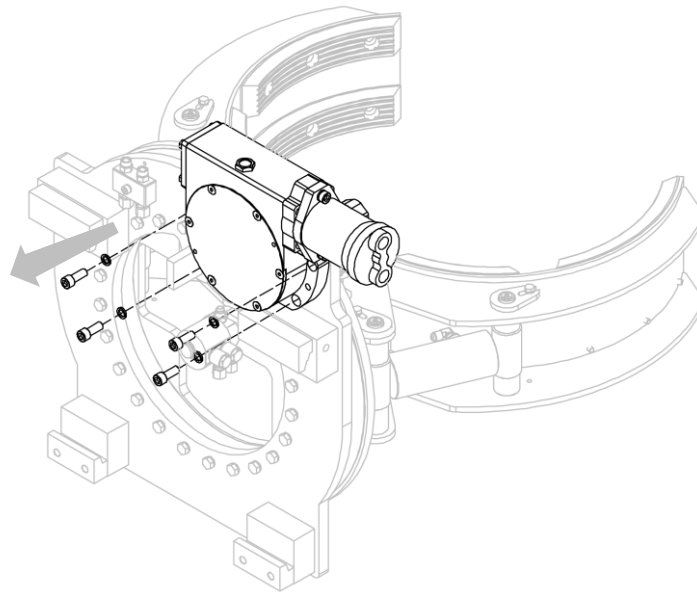

Figura 27
3. Retire el par motoreductor de la estructura del implemento, después de quitar los tornillos correspondientes (mira Figura 27).